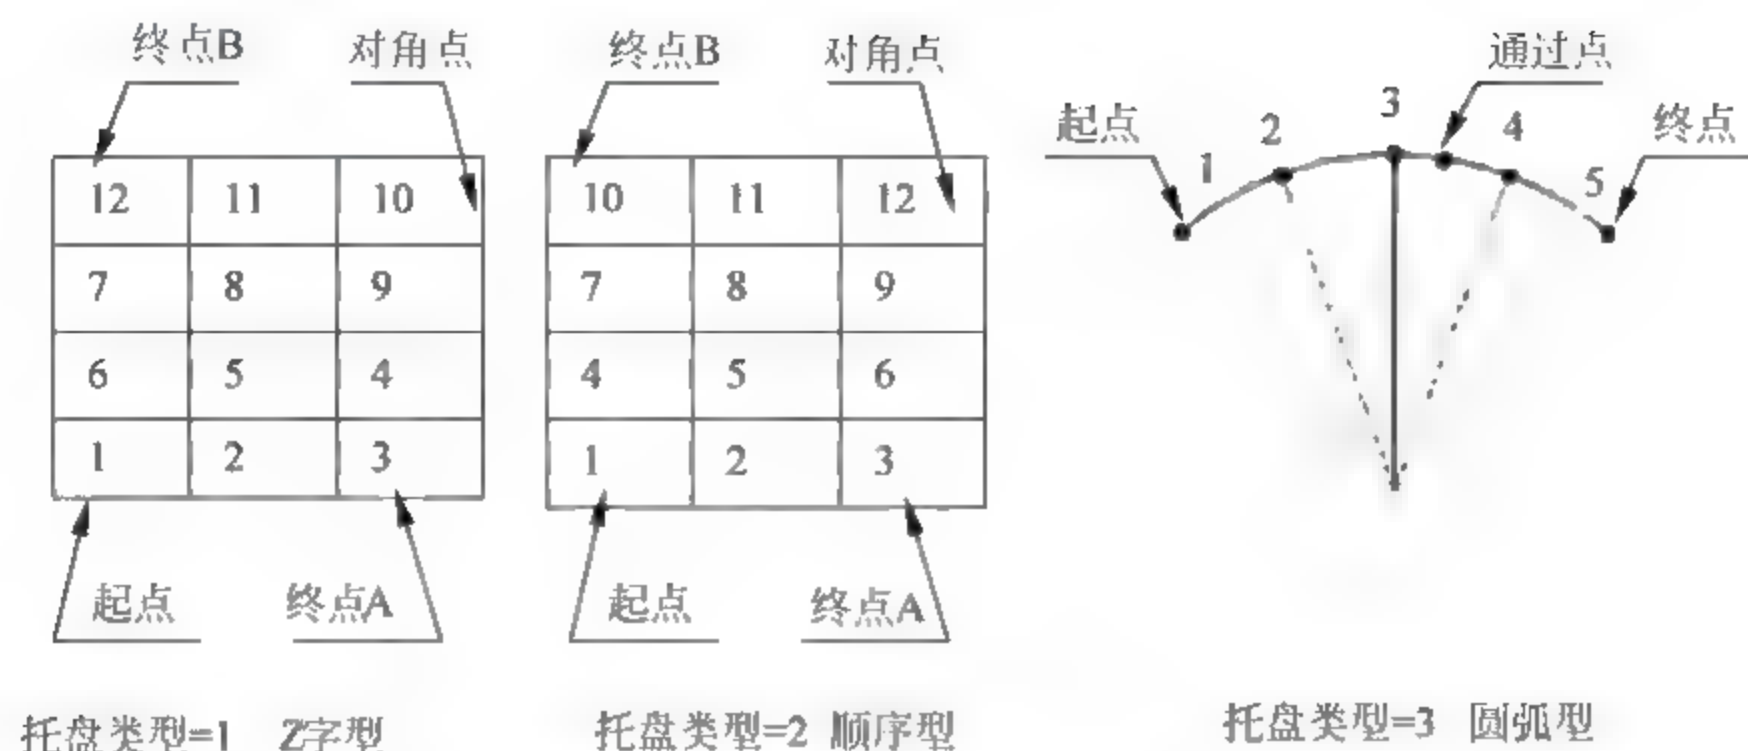

图 10-1 托盘的定义及类型 1
托盘的定义及类型 1 如图 10-1 所示。
(1) 托盘号:系统可设置 8 个托盘。本数据设置第几号托盘。
(2) 起点/终点/对角点:如图 10-1 所示,用“位置点”设置。